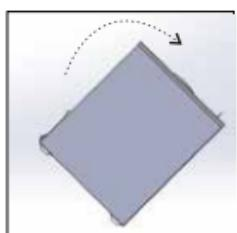
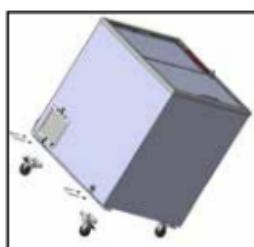

Fig. 2
Fig. 4
- Déplacez votre produit à la position sur la Figure 2. Ensuite, installez les deux roues au freinage qui se trouvent sur la boîte de roue comme on a démontré sur la figure 4 à l'arrière du refroidisseur, en assurant que les centres de trou soient à la même ligne en installant à la fente qui se trouve sous le refroidisseur la roue avant. Ensuite, passez votre épingle en forme de U dans les trous. Assurez sa stabilité en installant les cales de broche.